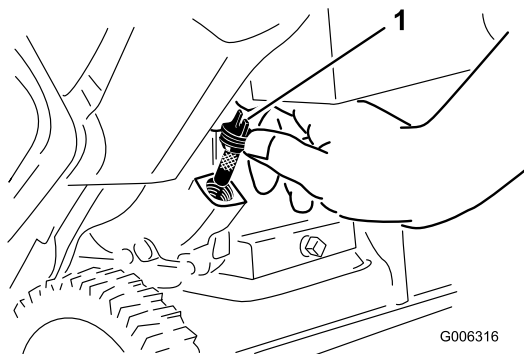

Bild 10
2. Reinigen Sie den Bereich um den Öleinfülldeckel (Bild 10).